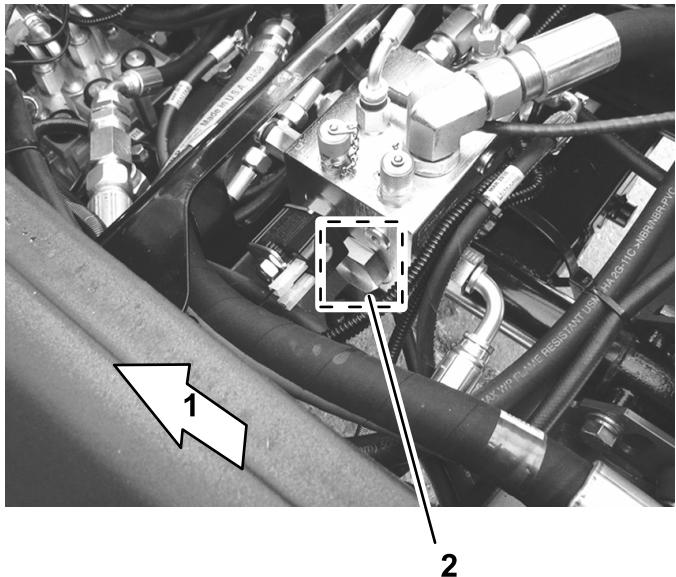

Figura 5
1. Pulite l'area attorno al connettore di trazione dei detriti (Figura 5).